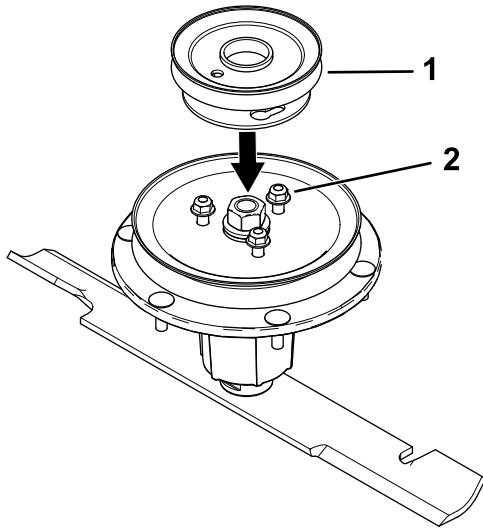

Bild 10
- Richten Sie die neue Riemenscheibeneinheit so aus, dass die Öffnungen mit den Muttern zusammenpassen (Bild 10).